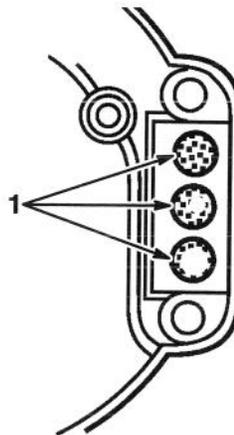

Figure 36
6. Faire tourner le vilebrequin jusqu'à ce que les pistons couvrent les trous d'échappement (Fig. 36).